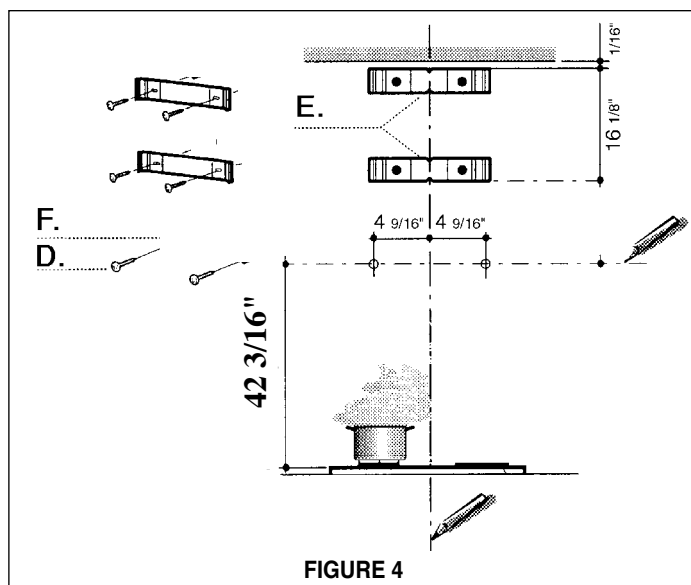

FIGURE 4
3. Marquer la ligne horizontale de la hauteur  $42 \frac{3}{16}$  po à partir du contre-dessus (de la **FIGURE 4**). La hotte sera ainsi installée à **approximativement 18" de la surface de cuisson (hauteur recommandée)**.
4. Poser la FIXATION DE CHEMINÉE (E) sur le mur  $\frac{1}{16}$  po du plafond. Aligner son centre (découpe) sur la ligne verticale de repère. Marquer les centres des trous de la FIXATION DE CHEMINÉE.
5. Poser l'autre FIXATION DE CHEMINÉE (E) sur le mur  $16 \frac{1}{8}$  po sous la fixation de cheminée supérieure. Aligner son centre (découpe) sur la ligne verticale de repère. Marquer les centres des trous de la FIXATION DE CHEMINÉE.
6. Installer les FIXATIONS DE CHEMINÉE (E) au mur en utilisant les VIS DE FIXATIONS (D) fournies.
7. Les VIS DE FIXATIONS (D) pour la HOTTE (A de la **FIGURE 1**) doivent être insérées dans du bois solide. Marquer le mur sur la ligne horizontale  $4 \frac{9}{16}$  po de la ligne centrale sur le mur où la hotte sera installée (de la **FIGURE 4**) et installer les VIS DE FIXATIONS au mur. Ne pas installer complètement les VIS DE FIXATIONS au mur, en laissant un espace de  $\frac{1}{4}$  po entre le mur et la tête de la vis.